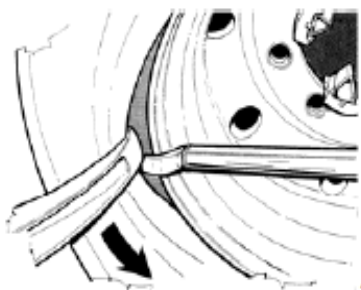

Рис.31
3. Поднимите зажимной рычаг таким образом чтобы монтажный палец оказался на расстоянии 2-3 см (1"-1"1/2) от края диска. Поместите монтажный палец внутрь. Это позволит вам установить длинную монтажку между бортом шины и краем диска для обеспечения необходимого усилия (Рис.31).